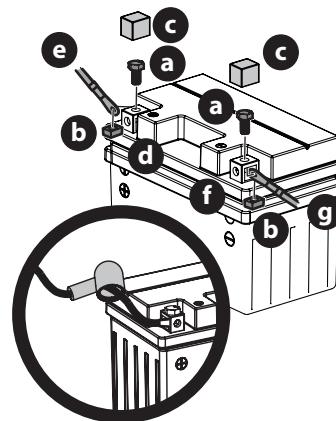

Fig. 5
NOTE : la borne positive de la batterie est marquée POS. (+) (d). La borne négative de la batterie est marquée NEG. (-) (f) (Fig. 5).
2. Retirez les boulons hexagonaux (a) et les écrous carrés (b) situés à l'extrémité du faisceau de fils électrique ou dans le sac avec ce manuel. Gardez la quincaillerie pour utilisation ultérieure (Fig. 5).
3. Enlevez le couvercle en plastique (c), si équipé, de la borne positive (d) de la batterie et attachez le câble rouge (e) à la borne positive (b) de la batterie avec le boulon (a) et l'écrou carré (b) retirés à l'étape 2. Utiliser un tournevis Philips (Fig. 5).
4. Placez la gaine en caoutchouc rouge au-dessus de la borne positive de la batterie pour aider à la protéger contre la corrosion (encarte Fig. 5).
5. Enlevez le couvercle en plastique (c), si équipé, de la borne négative de la batterie (f) et attachez le câble noir (g) à la borne négative de la batterie (f) avec le boulon (a) et l'écrou carré (b) (Fig. 5).